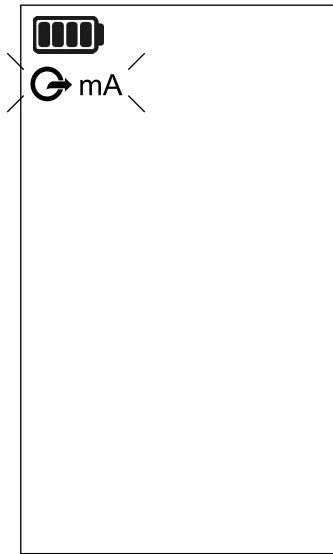

Figura 2-3: Schermata di apertura tipica
1. Per alimentare il calibratore, premere il **pulsante di accensione** finché lo schermo non si accende. Normalmente aziona il cicalino, mostra il testo UPS4E e mostra una tipica schermata di apertura. Vedi Figura 2-3. Se questo è il primo utilizzo del calibratore dopo aver inserito nuove batterie, ti chiederà di inserire la data e l'ora. Vedi "Primo utilizzo - Data e ora".